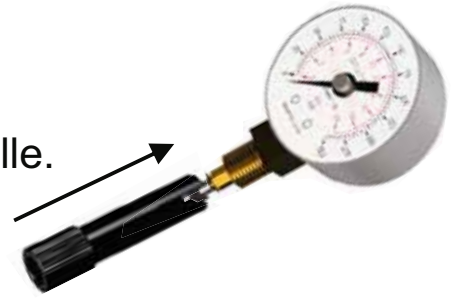

Figure 1
- 3 Insérez l'embout protecteur sur l'aiguille, extrémité inférieure vers le haut, contre la jauge comme illustré ci-contre (Figure 1), et poussez l'aiguille pour assurer un bon maintien.